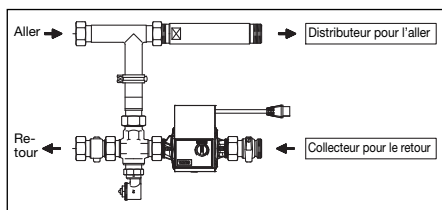

Fig. 6.2 Sens de circulation
- L'aller de l'ensemble de réglage se trouve toujours en haut et le retour en bas. Il est impératif d'en tenir compte lors du montage des distributeurs/collecteurs (voir fig. 6.2)!